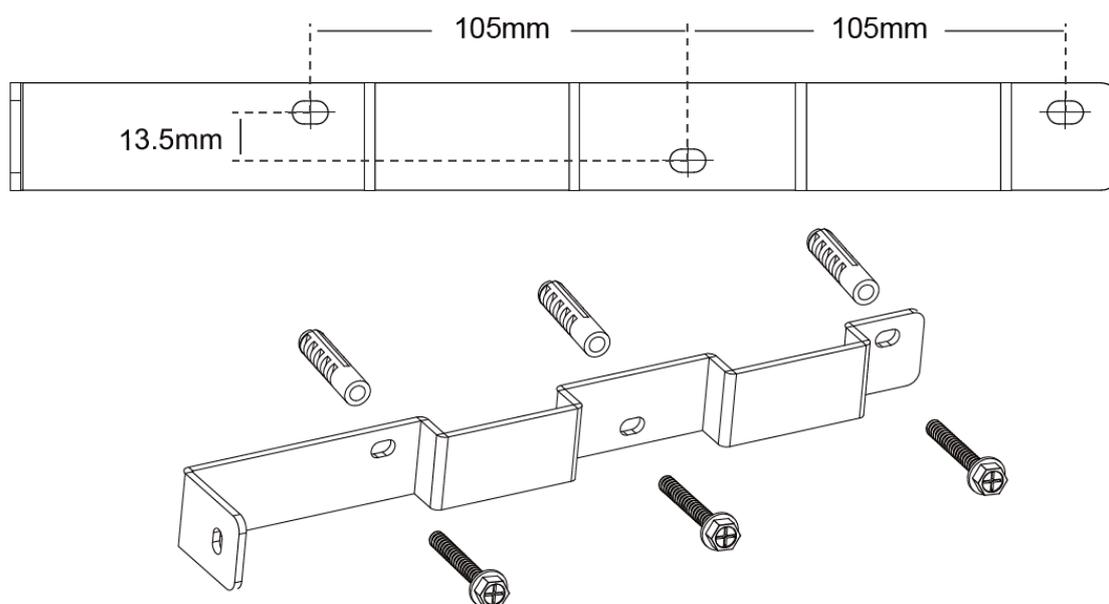

Figura 10- Suporte de Fixação do Inversor
Passo 1: Escolha uma parede firme e que aguarde o peso do inversor mencionado na ficha técnica e a seguir realize os 3 furos na parede conforme a figura 10: